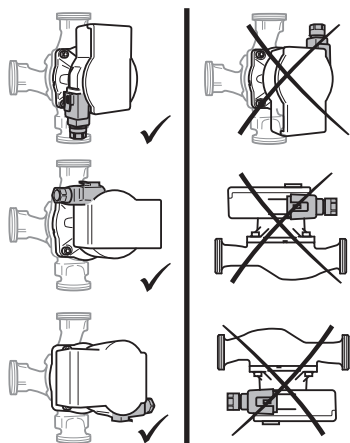

Fig. 2: Położenie montażowe
- Miejsce montażu wybrać odpowiednio do dozwolonego położenia montażowego (Fig. 2).
- Przestrzegać dozwolonego położenia montażowego pompy (Fig. 2), w razie potrzeby obrócić głowicę silnika (2+6).
- PRZESTROGA! Wyciekająca woda może uszkodzić moduł regulacyjny! Ustawić górną armaturę odcinającą bocznie w taki sposób, aby wyciekająca woda nie kapała na moduł regulacyjny (6).**
- Przytrzymać głowicę silnika (2+6) i wykręcić 4 śruby na korpusie (5).
- Przestrzegać dozwolonego położenia montażowego (Fig. 2) i kierunku przepływu wskazywanego przez strzałkę na korpusie pompy (1).
- Dokręcić 4 śruby na korpusie (5).